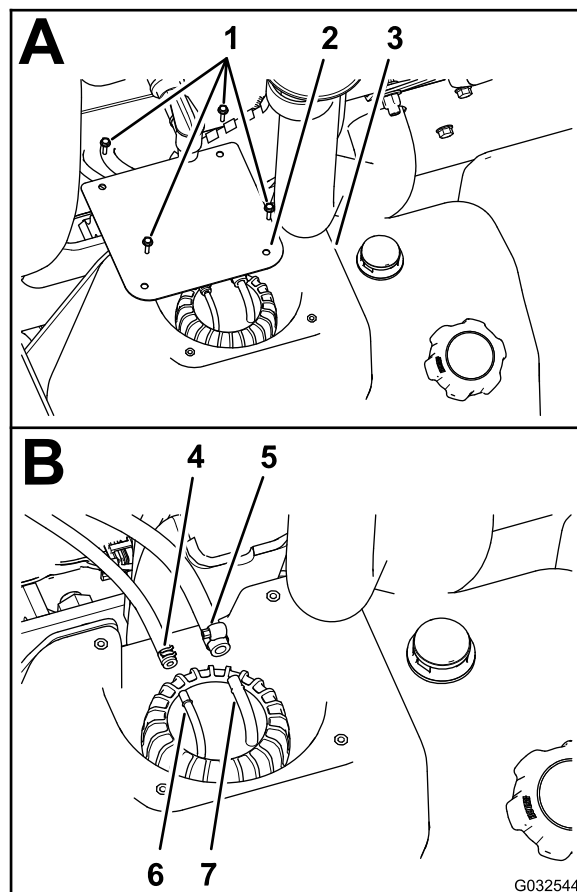

Bild 76
2. Entfernen Sie am Kraftstofftank die vier Schrauben (Nr. 10 x 3/4"), mit denen die Abdeckung oben am Kraftstofftank befestigt ist, und nehmen Sie die Abdeckung ab (Bild 76).
3. Lösen Sie die Klemmen, mit denen die zwei Anschlussstücke der Kraftstoffschläuche oben am Steigrohr befestigt sind (Bild 76).
4. Schließen Sie die zwei Schläuche von den Schlauchanschlussstücken ab und lassen Sie den Kraftstoff aus den Schläuchen in einen zugelassenen Benzinkanister ablaufen (Bild 76).
4. Schließen Sie den Kraftstoffschlauch (6,4 mm) am Schlauchanschlussstück (6,4 mm) an und befestigen Sie den Schlauch mit der Schlauchklemme am Anschlussstück (Bild 76).
5. Schließen Sie den Kraftstoffschlauch (8 mm) am Schlauchanschlussstück (8 mm) an und befestigen Sie den Schlauch mit der Schlauchklemme am Anschlussstück (Bild 76).